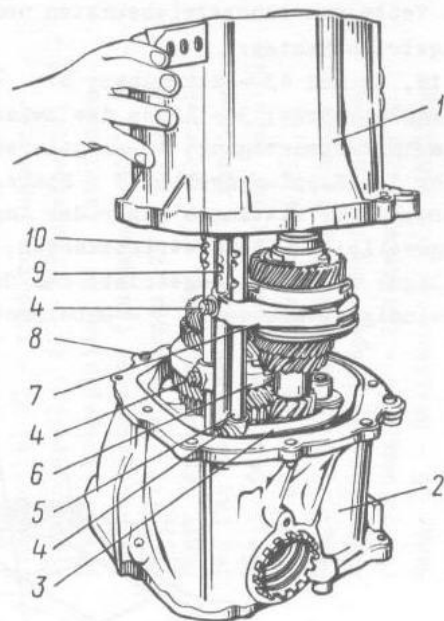

Bild 3-66. Aus- und Einbau des Wechselgetriebekastens. Teile der Schaltstangen:
- Flansche der Getriebekästen trennen, dazu zwei Schraubenzieher in die Vertiefungen der Flansche in den Zonen neben den Stellstiften 8 (Bild 3-66) stecken und mit ihnen bei Vermeidung von Verkantungen den Wechselgetriebekasten 1 über Achsgetriebekasten 2 heben;
- Rasten 4 (siehe Bild 3-66) zur Befestigung der Schaltgabeln an Schaltstangen 5, 9 und 10 losdrehen und Schaltstangen aus Getriebekasten und aus Schaltgabeln 3, 6 und 7 in Reihenfolge für 1.-2., 3.-4. und Rückwärtsgang entfernen. Die Schaltgabeln für 1.-2. und 3.-4. Gang aus Synchronisatoren wegnehmen. Stößel der Schösser aus Schaltstange für 3.-4. Gang entfernen;